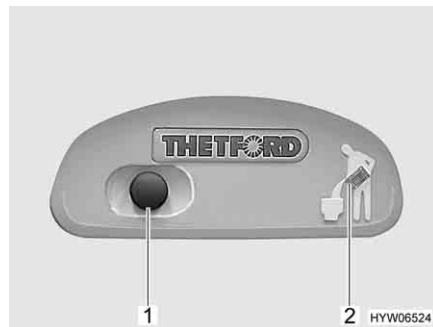
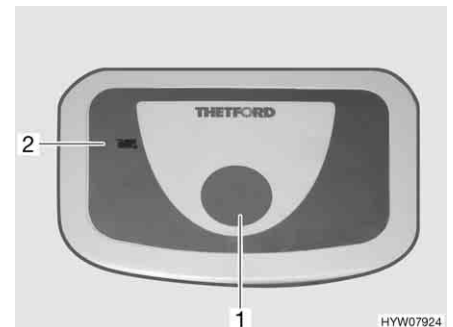

Bild 254 Spülknopf/Kontroll-Leuchte Thetford-Toilette
Bild 255 Spülknopf/Kontroll-Leuchte Thetford-Toilette (Alternative)
- Zum Spülen den blauen Spülknopf (Bild 254,1 bzw. Bild 255,1) drücken.
Die Kontroll-Leuchte (Bild 254,2 bzw. Bild 255,2) leuchtet, wenn der Fäkalientank entleert werden muss.